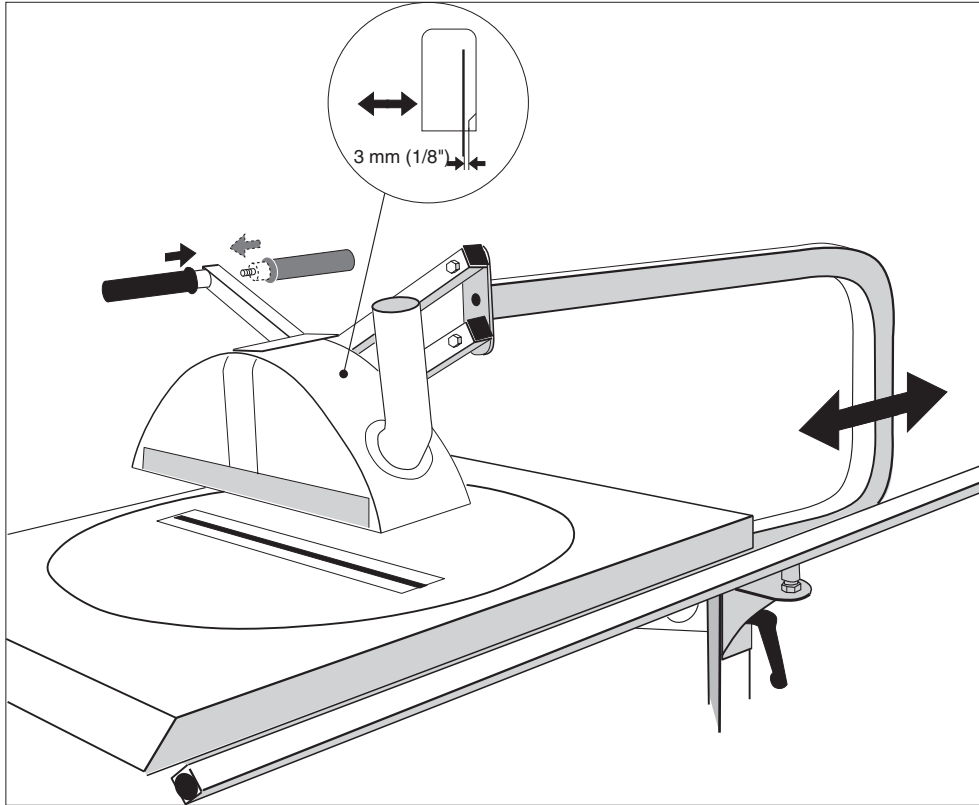
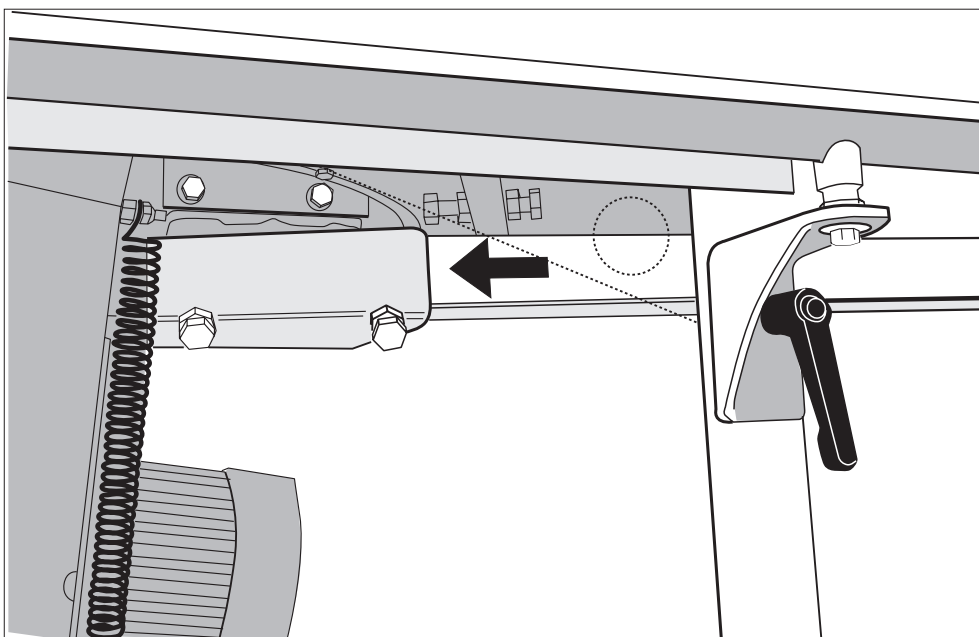

Fig. 1
Fig. 2
- Plasser svingbøylen i beslaget under bordet (*fig. 2*) Senk plastkuppelen slik at den ligger plant mot svingskiven. Juster svingbøylen og påse at trelisten i kuppelen har en avstand til sagbladet på 3 mm. Deretter trekkes festeskruen til. Se *fig. 1*.